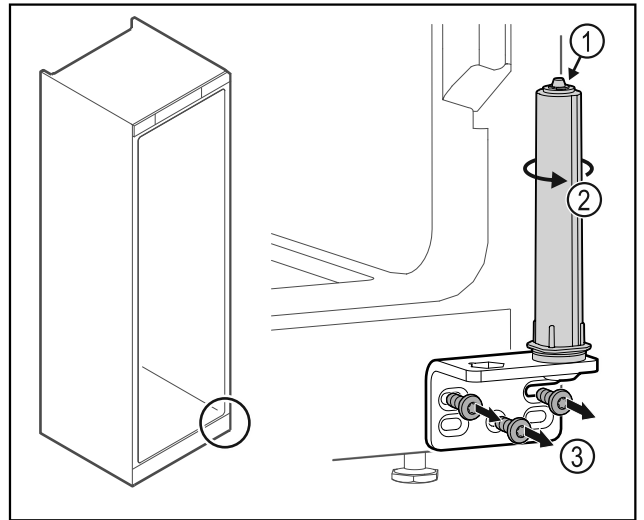

Fig. 36
- Älä pura oven sulkuyksikköä Fig. 36 (1).
- Kierrä sulkuyksikköä Fig. 36 (2), kunnes se naksahtaa.
- Irrota saranakulma Fig. 36 (3).